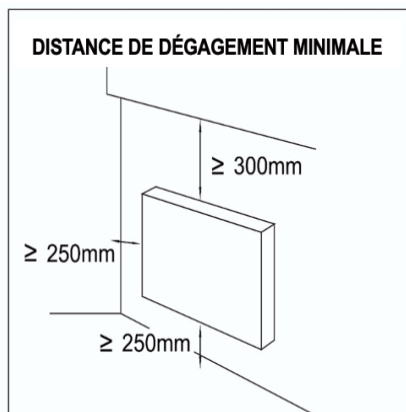

FIG 1
- Respectez les distances de dégagement minimales indiquées à la Fig. 1.
1. Choisissez un emplacement approprié pour le radiateur. (Figure 1)